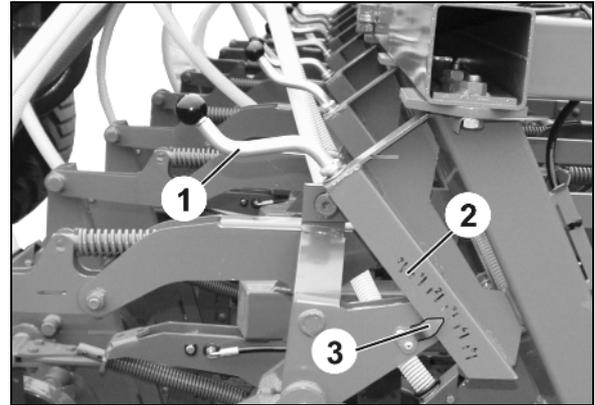

Fig. 93
5. Aflojar botón de enclavamiento (Fig. 93/1) de la palanca de posicionamiento del engranaje.
6. Empujar el indicador de la palanca de posicionamiento del engranaje (Fig. 93/2) sobre una de las siguientes posiciones del engranaje:
7. Apretar botón de enclavamiento (Fig. 93/1).